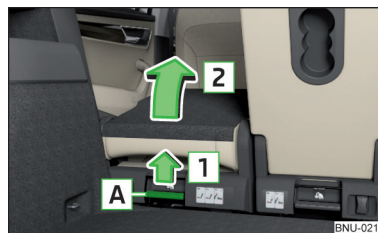

Fig. 83
- Tire de la palanca **A** » fig. 83 en el sentido de la flecha **1** y abatir el asiento en el sentido de la flecha **2**.